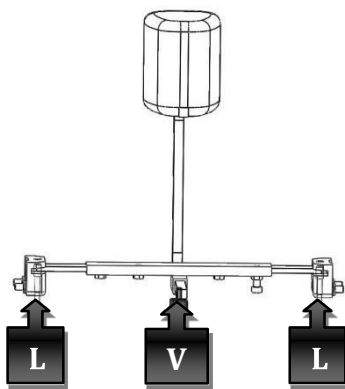

Abbildung 63
Um den Abduktionskeil zu ersetzen, die beiden in Abbildung 63 gezeigten Hebel (L) leicht nach unten ziehen. Den Keil entfernen und einen neuen montieren.
Es ist möglich, auch nur den Keilkonus zu ersetzen. Dabei muss der in Abbildung 63 angezeigte Knopf (V) vollständig gelöst werden. Nachdem er ersetzt wurde, sicherstellen, dass der Knopf richtig festgezogen ist.